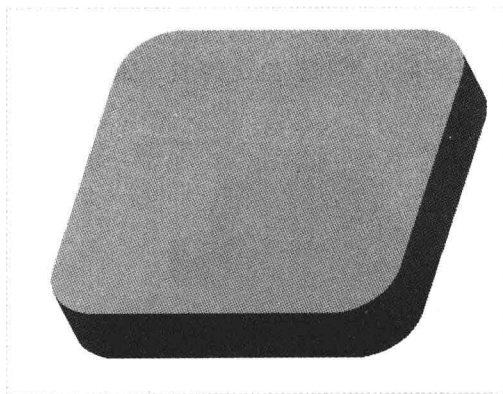

图 18-3 创建拉伸特征 1
Step 02 单击“关闭”面板中的“确定”按钮 , 完成截面绘制并退出草绘环境, 返回“拉伸”选项卡; 设置拉伸高度为 10, 单击“应用并保存在工具中所做的所有更改, 然后关闭工具操控板”按钮 , 完成拉伸特征的创建, 如图 18-3 所示。